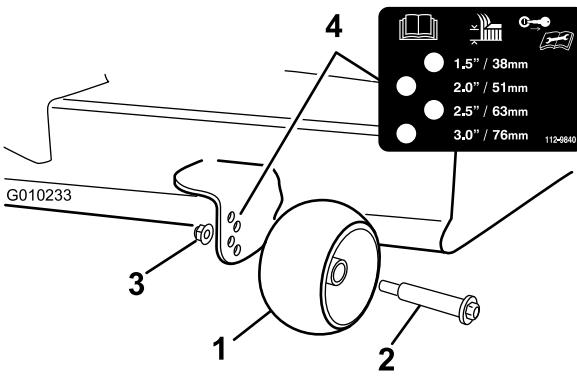

Figura 18
3. Ajuste los rodillos protectores del césped (Figura 18) a la posición de altura de corte más próxima.